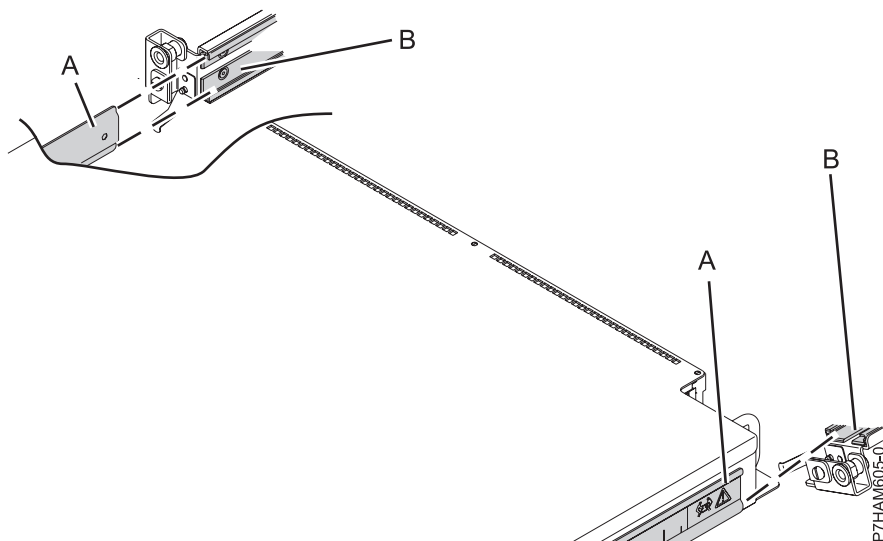

Figure 12. Représentation de la fixation du boîtier aux glissières
- a. Avant de tenter de monter le boîtier de stockage PCIe sur les glissières, observez sur la figure 12 la manière dont le rail de guidage (A) sur le côté du boîtier entre et coulisse dans l'âme de la glissière (B), dont la forme est parfaitement adaptée.
**Remarque :** Sur la figure 12, la glissière droite (B) est représentée sous un angle qui permet de visualiser son âme creuse. En réalité, la glissière est fixée le long de l'armoire.